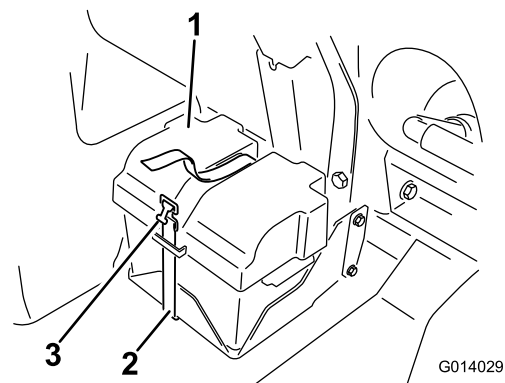

Bild 79
2. Nehmen Sie die Batterieabdeckung ab und klemmen das Minuskabel (schwarz) vom Batteriepol ab (Bild 79).
4. Setzen Sie die Batterieabdeckung auf und befestigen sie mit dem vorher entfernten Riemen (Bild 79).